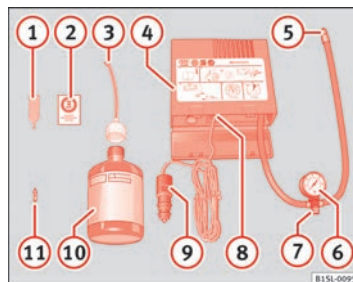

Fig. 141 Représentation standard : Contenu du kit de crevaison.
Le kit de crevaison se trouve dans le coffre à bagages, sous le revêtement de plancher. Il inclut les composants suivants ⇒ fig. 141 :
10. Collez l'autocollant ⇒ fig. 141 ② du kit de crevaison à un endroit visible sur la planche de bord.
- Dévissez l'obus de valve du pneu avec l'outil correspondant ⇒ fig. 141 ① et placez-le sur une surface propre.
- Agitez fortement la bouteille de produit de colmatage des pneus ⇒ fig. 141 ⑩ pendant quelques secondes.
- Vissez le tuyau de gonflage ⇒ fig. 141 ③ fermement sur la bouteille du produit de colmatage dans le sens des aiguilles d'une montre. Le plombage du goulot de la bouteille est automatiquement transféré.
- Retirez le bouchon du tuyau de remplissage ⇒ fig. 141 ③, puis vissez l'extrémité ouverte du tuyau sur la valve du pneu.
- Revissez l'obus de valve avec l'outil correspondant ⇒ fig. 141 ① sur la valve du pneu.
- Vissez fermement le tuyau de gonflage du pneu ⇒ fig. 141 ⑤ du compresseur sur la valve du pneu.
- Vérifiez si la vis d'évacuation d'air ⇒ fig. 141 ⑦ est fermée.
- Branchez le connecteur ⇒ fig. 141 ⑨ à une prise de courant de 12 volts du véhicule ⇒ page 121.
- Mettre en marche le compresseur d'air avec le commutateur ON/OFF ⇒ fig. 141 ⑧.
- Maintenez le compresseur d'air en marche jusqu'à atteindre de 2,0 à 2,5 bars (29-36 psi/200-250 kPa) ⇒ ⚠. **Temps de fonctionnement maximal de 8 minutes** ⇒ ⑩.
Revissez le tuyau de gonflage ⇒ fig. 141 ⑤ et vérifiez la pression du manomètre ⑥.